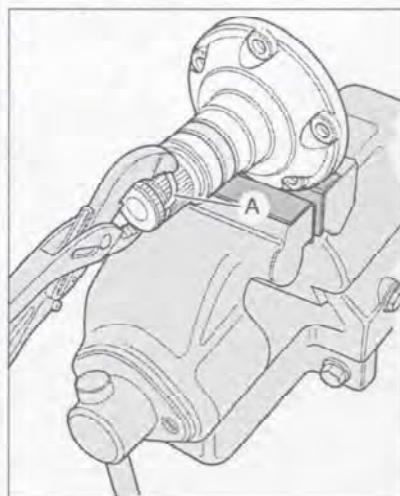

Рис. 7.123. Замените стопорное кольцо (A) приводного вала.
7. Замените стопорное кольцо (A) приводного вала (рис. 7.123). Для этого зажмите вал в тисках и выдавите старое кольцо из канавки с помощью нового кольца.